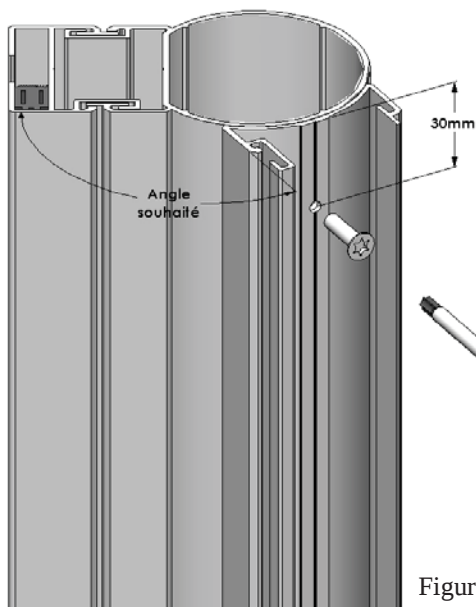

Figure 9
- Positionner le poteau arrondi en appui contre le poteau d'angle et visser les x3 vis tête de 3.9x19, en répartissant les vis sur la hauteur du poteau et en plaçant la 1^{ère} et la 3^{ème} vis à ≈ 30 mm des extrémités du poteau (figure 9).